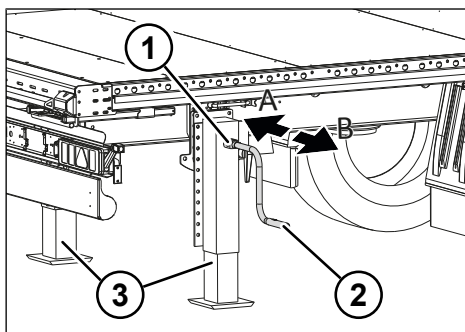

Рис. 5-6: Движение с нагрузкой и быстрый ход задней опоры
- ▶ Включите быстрый ход, вытянув кривошипную рукоятку (см. "Рис. 5-6: Движение с нагрузкой и быстрый ход задней опоры", стр. 32).
- ▶ Включите движение с нагрузкой, вдавив кривошипную рукоятку (см. "Рис. 5-6: Движение с нагрузкой и быстрый ход задней опоры", стр. 32).
- ▶ Установите движение с нагрузкой, вдавив кривошипную рукоятку (см. "Рис. 5-6: Движение с нагрузкой и быстрый ход задней опоры", стр. 32).
- ▶ Установите быстрый ход, вытянув кривошипную рукоятку (см. "Рис. 5-6: Движение с нагрузкой и быстрый ход задней опоры", стр. 32).